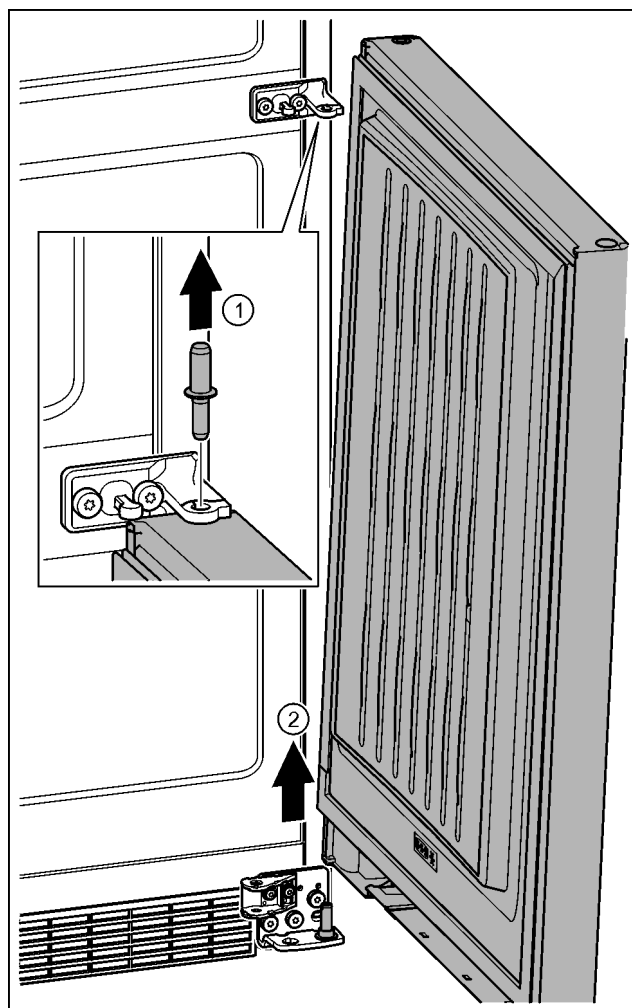

Fig. 22
- ▶ Витягніть гвинт догори. Fig. 22 (1)
- ▶ Відкрийте дверцята, зніміть рухом вгору та відкладіть убік. Fig. 22 (2)